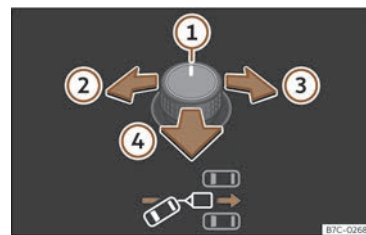
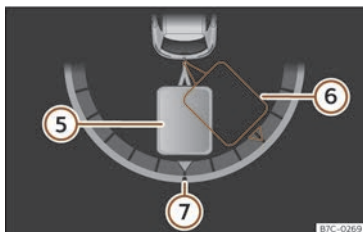

Fig. 167 Buton rotativ oglindă exterioră: reglarea unghiului remorcii.
Fig. 168 Afîșajul din panoul de bord: cuplarea în marșarier.
Legenda pentru >>> **fig. 167**, >>> **fig. 168**:
- Înclinați butonul rotativ până la atingerea direcției dorite >>> **fig. 167**. O reprezentare a ansamblului format din vehiculul tractor și remorcă este afișată pe ecranul panoului de bord în scopul ghidării >>> **fig. 168**.